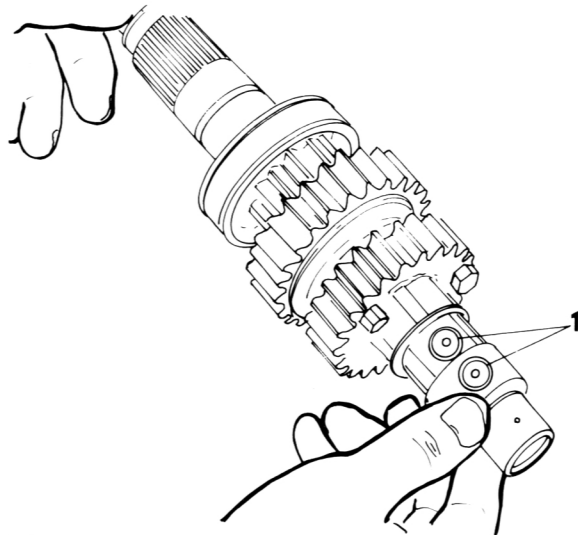

Bild 86
- Das Loch in der Buchse des Zahnrads M5 auf das Loch in der Hauptwelle ausrichten (Bild 86).